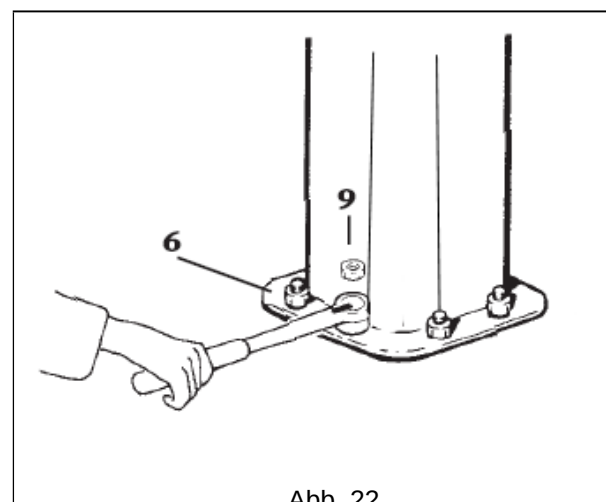

Abb. 22
7. Anschließend die Verschraubung mit den zugehörigen Sicherungsmuttern 9 gegen Lösen sichern (Abb. 22).